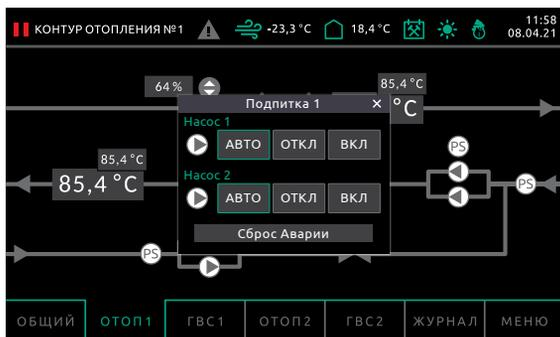

Рисунок 6.7 – Сброс Аварии
- При превышении заданного времени непрерывной работы насосы останавливаются, будет создано аварийное событие в Журнале событий. Напротив насосной группы появится соответствующий знак (см. таблицу 6.2). При нажатии на группу насосов появляется всплывающее окно с кнопкой сброса аварии насосов (см. рисунок 6.7).
Если хоть один из насосов остановлен по аварии, по нажатию на эту группу насосов отобразится всплывающее окно, в котором появится кнопка сброса аварии. Нажатие на кнопку сбросит аварию и позволит повторно запустить оборудование после устранения причины аварии (см. рисунок 6.7).